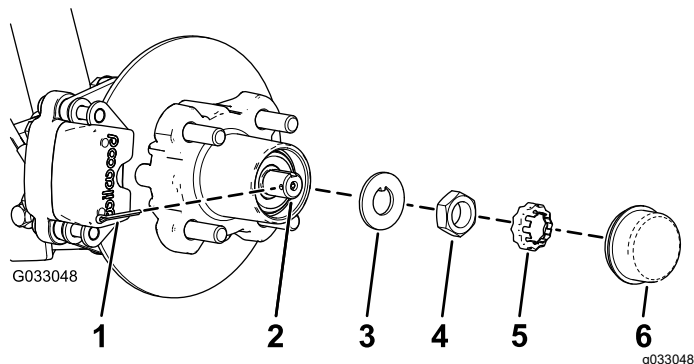

**Figura 25**
6. Rimuovete il dado del mandrino dal mandrino e separate il gruppo mozzo e rotore dal mandrino (Figura 24 e Figura 25).